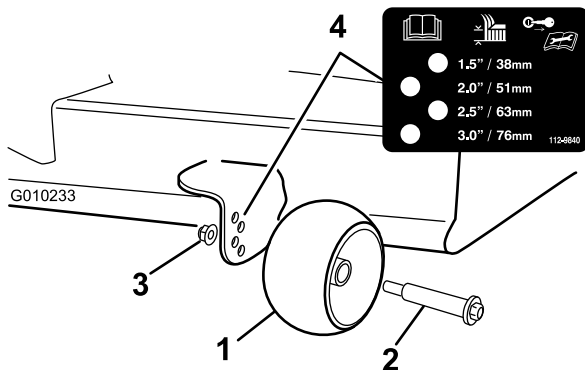

Figure 17
3. Réglez les galets anti-scalp montrés à la Figure 17 à la position correspondant le mieux à la position de hauteur de coupe.